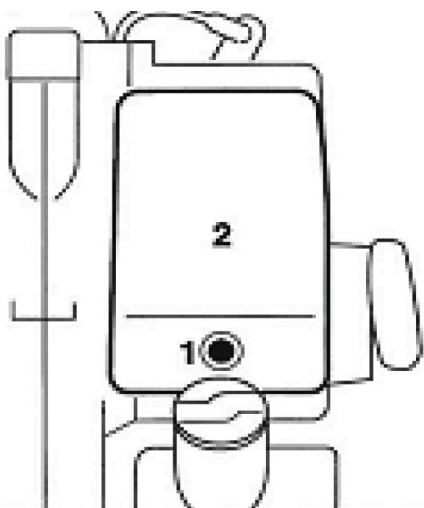

Рис. 15
1. Открутите винт крепления крышки фильтра (1) рис. 15 и снимите крышку фильтра (2).